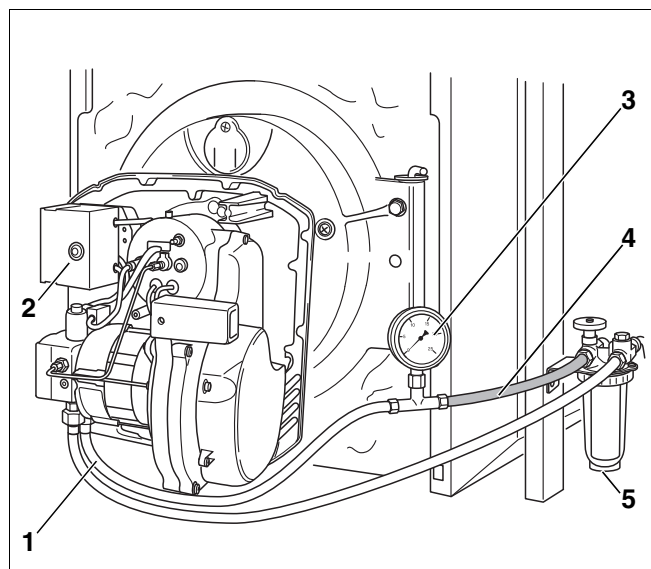

Abb. 28 Ölfilter, Vakuummeter und transparenter Schlauch
- Vakuummeter (Abb. 28, **Pos. 3**) mit transparentem Schlauch (Abb. 28, **Pos. 4**; Zubehör), wie in Abbildung 28 dargestellt, zwischen Ölfilter (Abb. 28, **Pos. 5**) und Öllansaugleitung (Abb. 28, **Pos. 1**) montieren.
- Ölfeuerungsautomaten (Abb. 28, **Pos. 2**) vom Sockel abziehen.
- Blasenfreiheit des angesaugten Öls über den transparenten Schlauch (Abb. 28, **Pos. 4**) kontrollieren.
- Ölabsperrhahn am Ölfilter (Abb. 28, **Pos. 5**, Seite 24) schließen und transparenten Schlauch (Abb. 28, **Pos. 4**, Seite 24) mit Vakuummeter (Abb. 28, **Pos. 3**, Seite 24) demontieren.
- Ölansaugleitung (Abb. 28, **Pos. 1**, Seite 24) an den Filteranschluss des Ölfilters (Abb. 28, **Pos. 5**, Seite 24) anschrauben.
- Ölabsperrhahn am Ölfilter (Abb. 28, **Pos. 5**, Seite 24) öffnen.